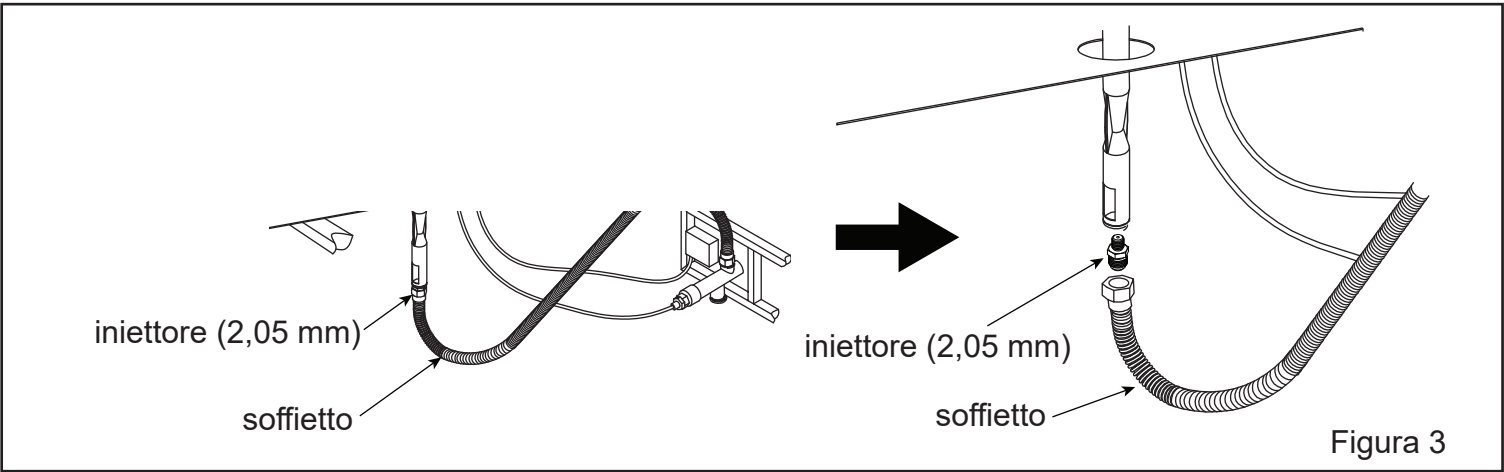

Figura 3
(1). Svitare e scollegare l'iniettore da 2,05 mm dal soffietto (vedere Figura 3).